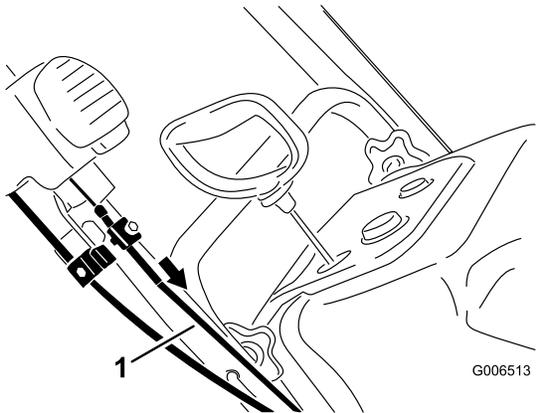

Bild 35
- Ziehen Sie den Mantel des oberen Bowdenzugs nach vorne, bis der Bowdenzug straff ist. Ziehen Sie die Schraube an der oberen Kabelklemme fest (Bild 35).